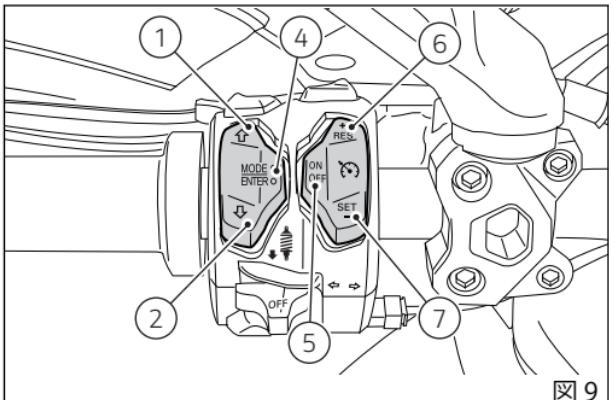

図 9
6) クルーズコントロールボタン - RES (レジューム) / + (増速) (図 9)
7) クルーズコントロールボタン - SET (設定) / + (減速) (図 9)